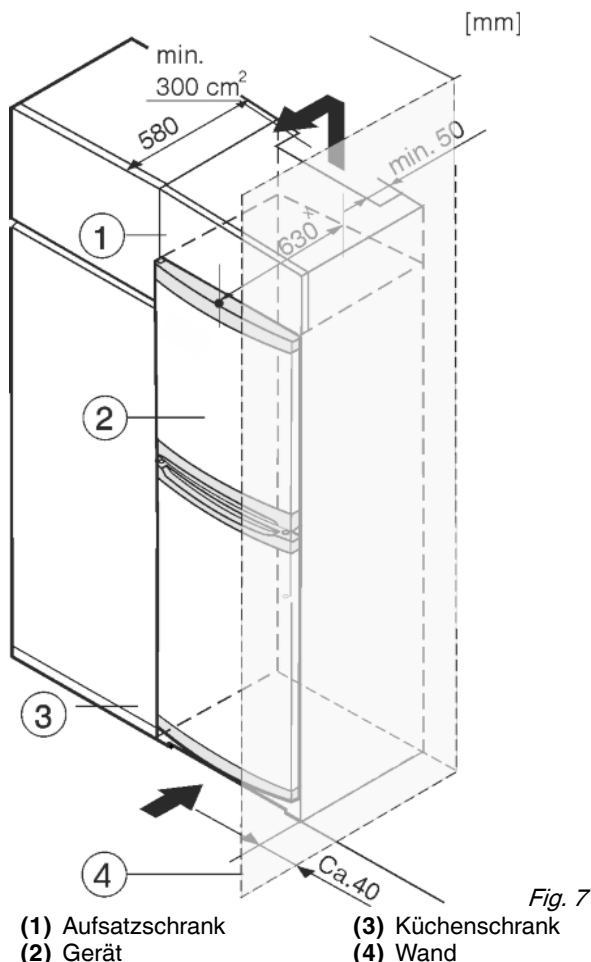

Fig. 7
Das Gerät kann mit Küchenschränken umbaut werden. Um das Gerät *Fig. 7 (2)* der Küchenzeilenhöhe anzugleichen, kann über dem Gerät ein Aufsatzschrank *Fig. 7 (1)* angebracht werden.
Beim Umbau mit Küchenschränken (Tiefe max. 580 mm) kann das Gerät direkt neben dem Küchenschrank *Fig. 7 (3)* aufgestellt werden. Das Gerät steht seitlich 34 mm^x und in der Gerätemitte 50 mm^x gegenüber der Küchenschrankfront vor.
Wenn das Gerät mit den Scharnieren neben einer Wand *Fig. 7 (4)* aufgestellt wird, muss der Abstand zwischen Gerät und Wand mindestens 40 mm betragen. Dies entspricht dem Griffüberstand bei geöffneter Tür.